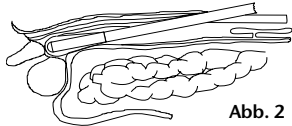
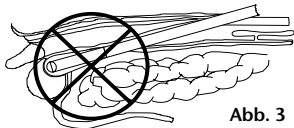

Abb. 2
Abb. 3
3. Schieben Sie das (bilaterale) dilatierende Ballonsystem vor, bis Sie die geeignete Stelle im extraperitonealen Raum erreicht haben. (Abb. 2) Es ist äußerst wichtig, dass Sie das Instrument nicht zu tief einführen und dass Sie auf den Ballon keinen Druck ausüben, durch den eine Verletzung der benachbarten Organe und Strukturen, z.B. der Blase, verursacht würde. (Abb. 3)